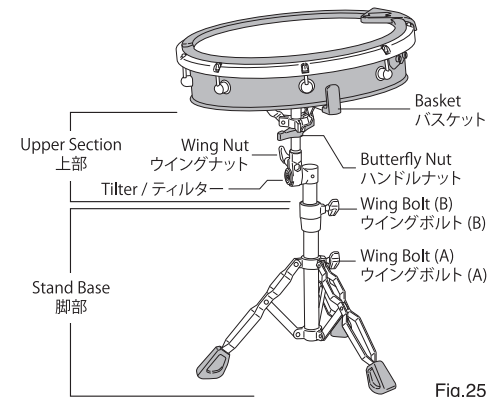

Fig.25
1. Open the legs of the Stand Base to form a stable tripod and tighten the Wing Bolt (A). Loosen the Wing Nut on the Tilter of the Basket Assembly and adjust the angle of the Basket as shown. Insert the Basket Assembly into the Die-Cast Joint of the Stand Base and tighten the Wing Bolt (B). Open the Basket and adjust the Butterfly Nut as needed to accommodate the Snare Pad. Place the Snare Pad into the Basket locating the WTT sensor to the players upper left. Then tighten the Butterfly Nut to hold the Snare Pad in place (do not over-tighten.) (Fig.25).
スネアスタンドの脚部を適度に開きウイングボルト(A)を締めて固定します。上部をダイカストジョイントに差し込みウイングボルト(B)で固定します。ティルトターのウイングナットをゆるめバスケットが上向きになる角度に調節してウイングナットを締めて固定します。バスケットを十分に広げ、スネアパッドをスネアスタンドののせ、ハンドルナットをしっかりと締めてスネアパッドをスタンドに固定し、位置と角度を調整してください (Fig.25)。